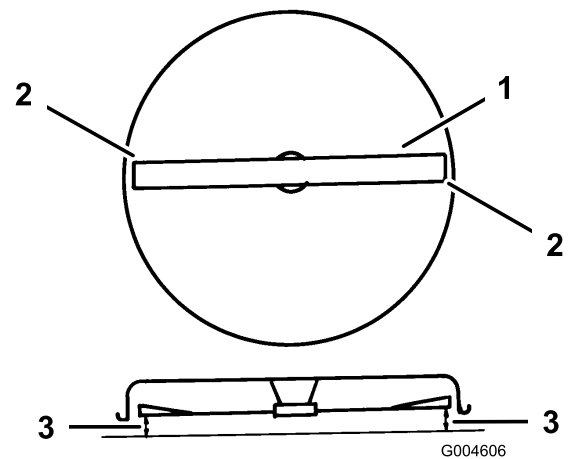

Bild 44
9. Drehen Sie die Schnittmesser vorsichtig in Querrichtung (Bild 44).
10. Messen Sie den Abstand zwischen den äußeren Schnittkanten und der ebenen Oberfläche (Bild 44). Wenn beide Messwerte nicht innerhalb von 5 mm liegen, ist eine Einstellung erforderlich; siehe Schritte 11 bis 14.